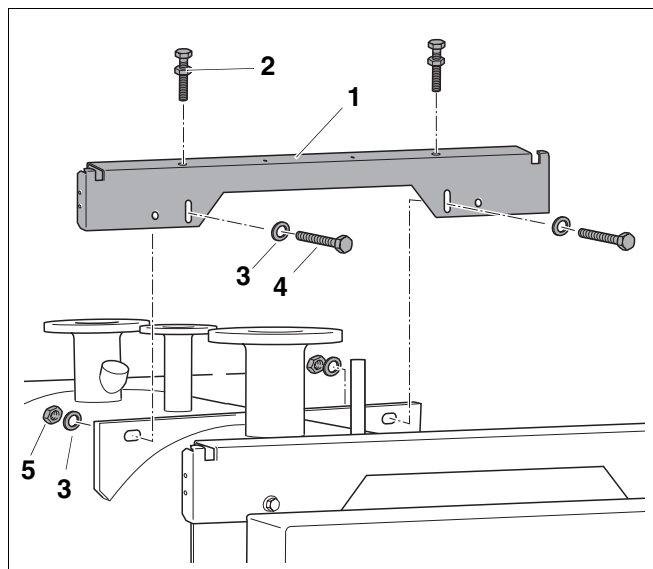

Fig. 14 Montage de la traverse centrale
- Visser la vis de réglage avec les écrous (fig. 14, **pos. 2**) dans la traverse.
- Monter la traverse centrale (fig. 14, **pos. 1**) avec 2 vis (fig. 14, **pos. 4**), 4 rondelles plates (fig. 14, **pos. 3**) et 2 écrous (fig. 14, **pos. 5**) sur le support de la chaudière. Le rebord de la traverse doit être dirigé vers l'arrière. Les écrous ne doivent pas être serrés à fond pour permettre le positionnement ultérieur avec la vis de réglage.